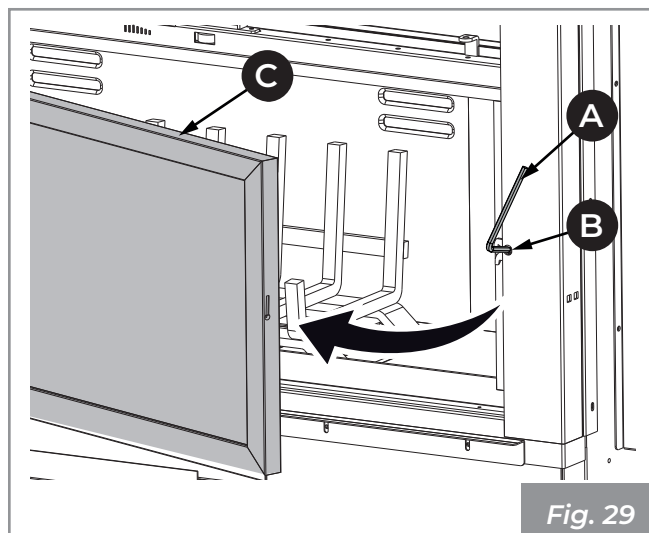

Fig. 29
- 1) Introducir la llave hexagonal (A) en el orificio (B) para abrir la puerta (C) (Fig. 29).